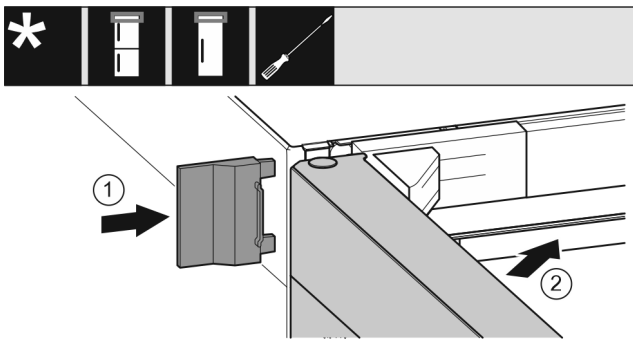

Fig. 22
- ▶ Enfiler le cache extérieur. Fig. 22 (1)
- ▶ Fermer la porte supérieure. Fig. 22 (2)